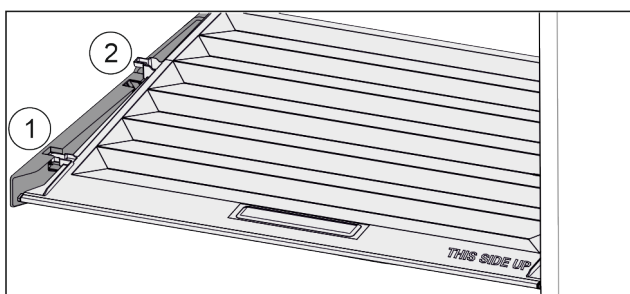

Fig. 142
- ▶ Deslice la tapa hacia delante hasta la abertura de las piezas de sujeción *Fig. 142 (1)*.
- ▶ Levántela por detrás desde abajo y retírela tirando hacia arriba *Fig. 142 (2)*.